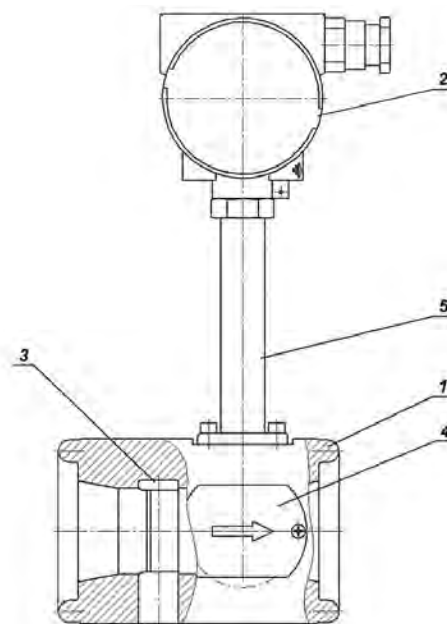

Рисунок 1. Устройство преобразователя расхода
Полнопроходной преобразователь (см. рисунок 1) состоит из проточной части (1) и электронного блока (2). Проточная часть представляет собой полый цилиндр, в поперечном сечении которого установлено тело обтекания (3). За телом обтекания расположены чувствительные элементы (4) (сенсоры). Электронный блок (2) крепится на цилиндре проточной части с помощью трубчатой стойки с фланцем (5). Электронные платы размещены в электронном блоке.